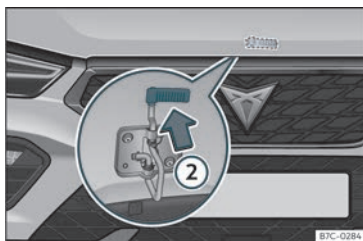

Fig. 200 Came baixo o capou.
- Para levantar o capô faça pressão para cima sobre a alavanca situada debaixo do capô >>> **Fig. 200** ②. O gancho de fixação fica desbloqueado.